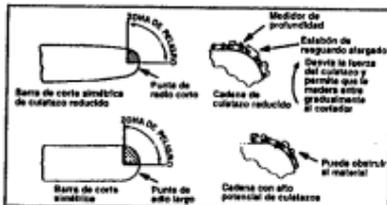

Figura 5
- Barra de corte de culatazo reducido, diseñada con una punta de corto radio que reduce el tamaño del área de peligro de culatazos en la punta de la barra. Figura 5. Una barra de corte de culatazo reducido es una que ha demostrado reducir significativamente el número y la gravedad de los culatazos al ser probada de acuerdo con los requerimientos de seguridad para sierras de cadena eléctricas fijadas por las normas CSA 262.1 y 262.3.
- Cadena de bajo culetazo, diseñada para un menor grado de profundidad y eslabones de resguardo que poseen la fuerza del culetazo y permiten que la madera sea gradualmente el cortador. Figura 5. Una cadena de bajo culetazo es una que ha demostrado cumplir con los requisitos de operación de las normas CSA Z62.1 y Z62.3 y ANSI B175.1